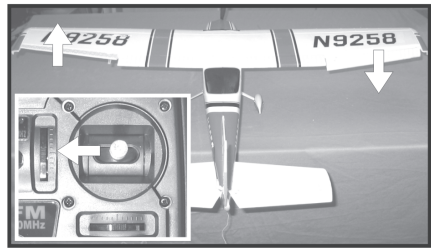

Bild 18b
- Wenn Sie den rechten Steuerknüppel am Sender (siehe Bild 2, Pos. 4) nach links drücken, muss das linke Querruder (1) ca. 1,2 cm nach oben und das rechte Querruder (2) ca. 1,2 cm nach unten ausschlagen, siehe Bild 18b.